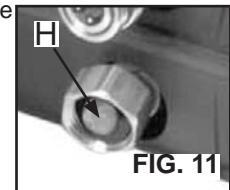

FIG. 11
1. Quite el filtro agarrándolo firmemente del extremo y sáquelo de la entrada del agua a la bomba, como se muestra. (Fig. 11)